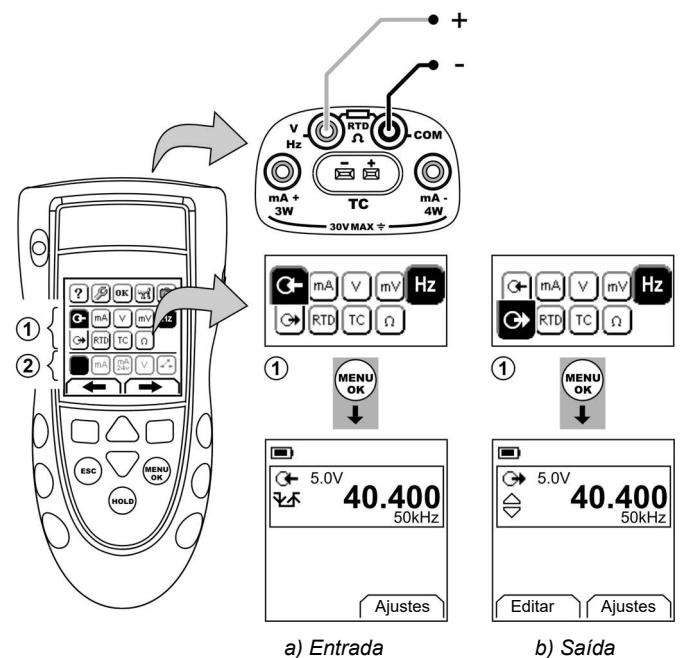

Figura 6: Exemplo de configuração: para medir/alimentar Hz ou pulsos
1. Conecte o instrumento (Figura 6) e, se necessário, ajuste a **Configuração** (Tabela 1).